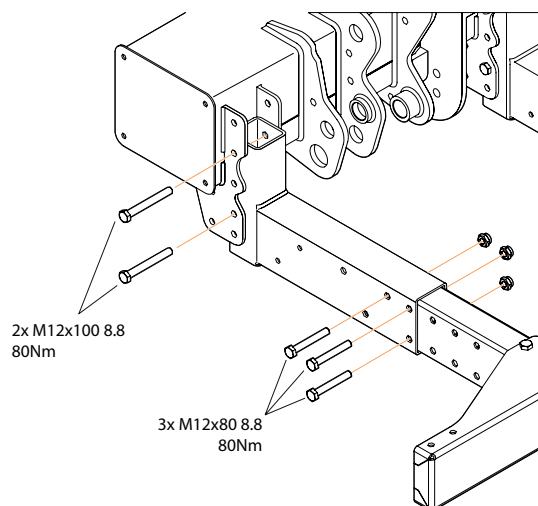

Bild 41. Montering av underkörningsskydd
1. Montera den inre delen av respektive konsol, de kan monteras i fyra olika höjdlägen. Välj ett höjdläge som ger en position som uppfyller de lagstadgade kraven, se avsnitt "3.2 Lagstadgade mått" på sida 9. Använd tillhörande skruv M12x100. Montera utan att dra åt skruvarna, se Bild 41.
Använd tillhörande skruv M12x80. Montera utan att dra åt skruvarna. Se Bild 41.